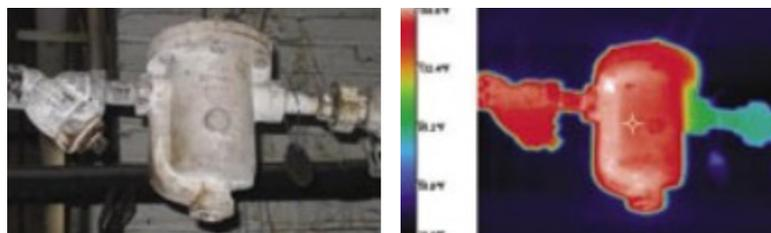

Fig. 5
5. Inspection des systèmes à vapeur (Fig. 5)